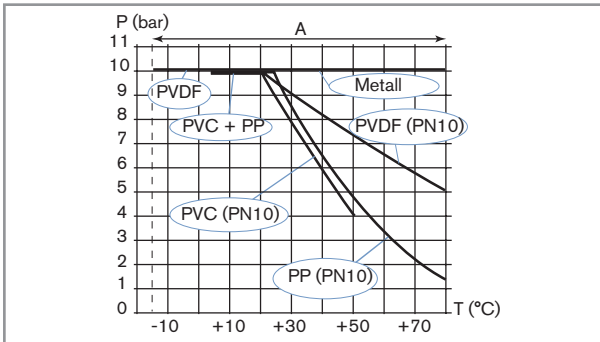

Bild 1: Druck-Temperatur-Abhängigkeitskurven der Flüssigkeiten
Flüssigkeitstemperatur	Die Flüssigkeitstemperatur kann durch den Flüssigkeitsdruck eingeschränkt sein: Siehe die Temperatur-Druck-Abhängigkeitskurven für das Gerät. Siehe Bild 1
- ▶ Je nach Fittingwerkstoff die entsprechende Flüssigkeitstemperatur / -Druck-Abhängigkeit berücksichtigen (siehe Bild 1, Seite 56).